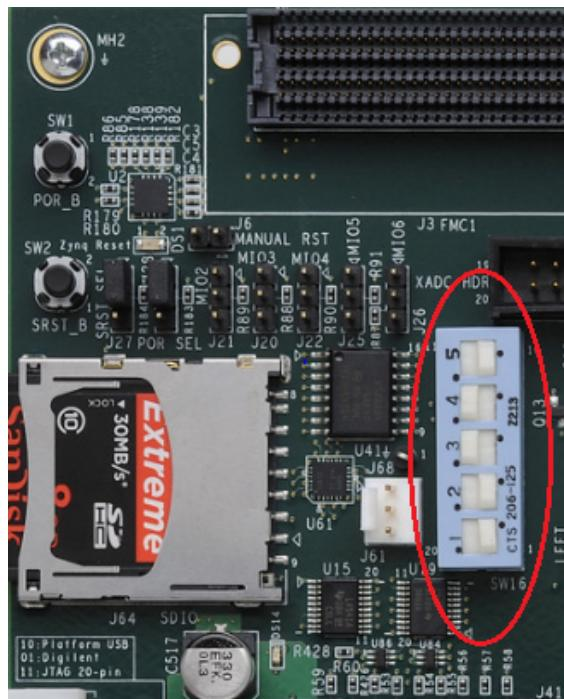

図 5-6: SD カードから Linux をブートする際のジャンパーの設定
1. 図 5-6 に示すとおりに SW16 スイッチの設定を変更します。